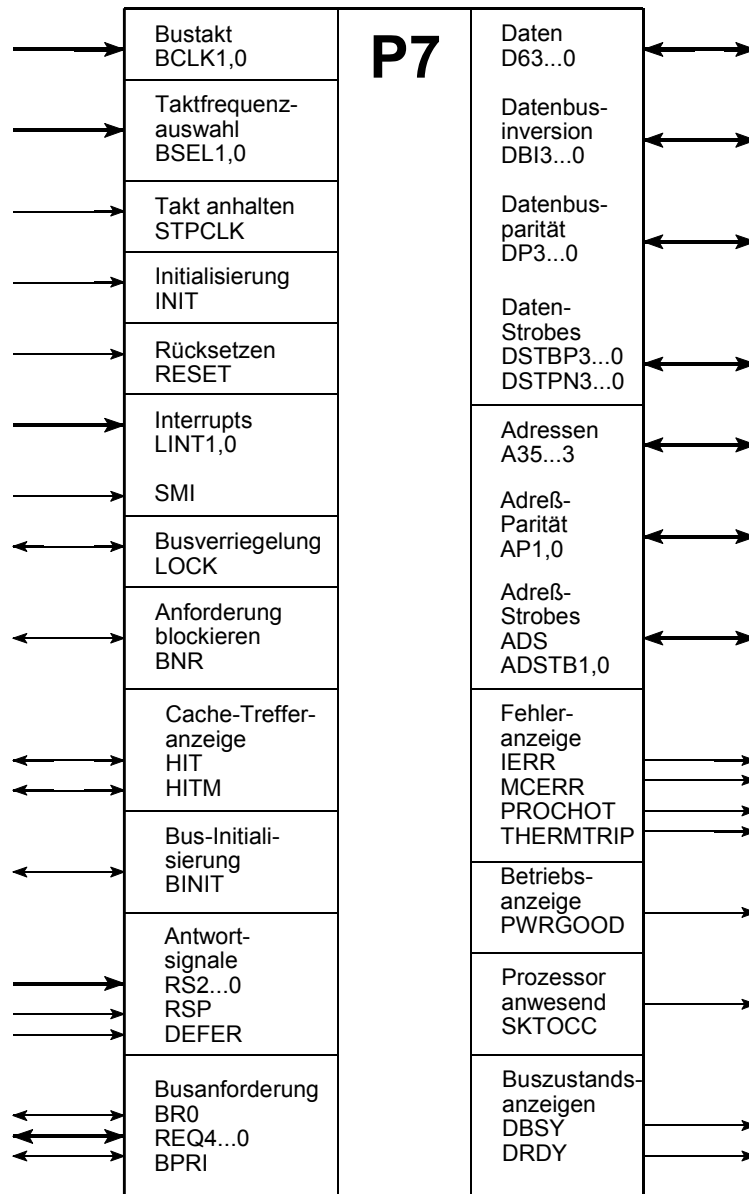

Abbildung 2.3 Das Interface eines P7-Prozessors (hier: eines Pentium 4). Vereinfachte Darstellung
Solche Taktsignale - die das Zeitraaster der Datenübertragung vorgeben - heißen üblicherweise Strobe-Signale oder Strobes (vgl. beispielsweise die Daten- und Adreß-Strobes in Abbildung 2.3). Sie werden so angesteuert, daß sie in die gleiche Richtung fließen wie die zu übertragenden Daten. Beispiel (Pentium 4, Xeon usw.): doppelte Frequenz und Nutzung beider Taktflanken (doppelte Datenrate) ergeben eine vierfache Geschwindigkeit (4X) gegenüber der herkömmlichen Nutzung des Bustaktes. Weitere Beispiele: (1) die DDR-DRAMs, (2) die AGP-Schnittstelle.